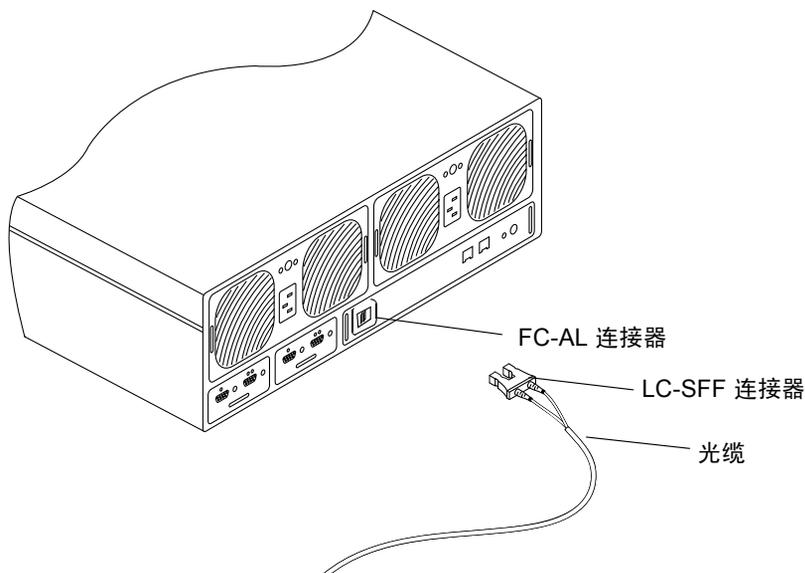

图 6-2 将光缆连接到 Sun StorEdge T3+ 阵列上的 FC-AL 连接器
1. 将光缆连接到主机总线适配器 (HBA)。确保将光缆上的标准连接器 (SC) 接入 HBA。
2. 将光缆的另一端接入位于主 (下方) 部件后部的控制器卡上的 FC-AL 连接器。将电缆的 LC-SFF (小波形因数) 端接入 FC-AL 接口 (图 6-2)。